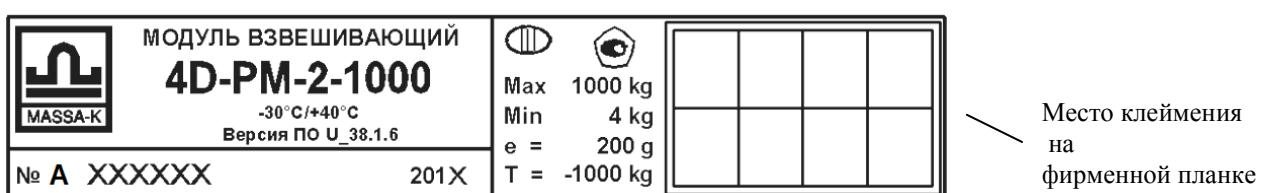

Рис. 16.2 – Пример фирменной планки
- 16.1 Метрологические характеристики модуля (класс точности, Max, Min, e, d) указаны на фирменной планке, закреплённой на раме модуля (Рис.16.2).
Оформите результаты поверки: нанесите на фирменную планку модуля (Рис.16.2) оттиск поверительного клейма поверяющего.